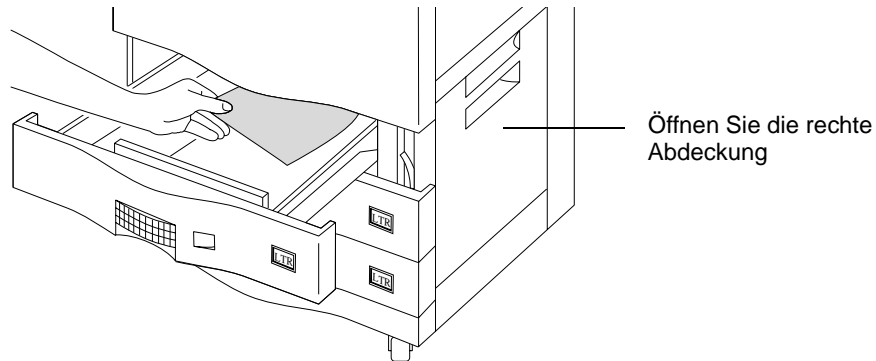

Abbildung 3-35 Beheben eines Papierstaus an der Zuführung
2. Überprüfen Sie die rechte Seite der Papierzuführung, insbesondere die Stelle ganz rechts außen, an der das Papier das Papierfach verläßt und in den Papierpfad eingezogen wird. Eventuell sind an dieser Stelle ein oder mehrere Blätter verklemmt. Falls kein offensichtlicher Papierstau vorliegt, fassen Sie auf der rechten Seite in die Papierzuführung hinein und überprüfen Sie, ob hier eingeklemmte Blätter liegen. Ziehen Sie die Blätter ggf. vorsichtig heraus, so daß sie nicht zerreißen. Siehe Abbildung 3-35.